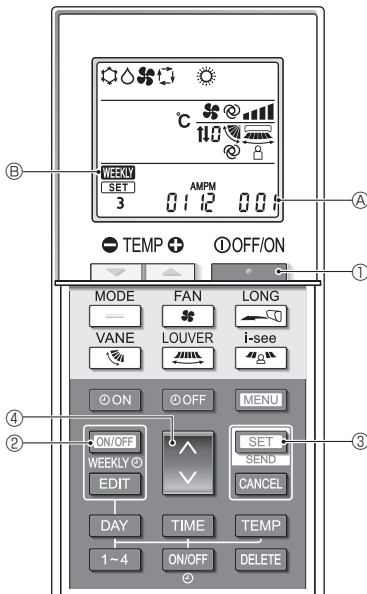

Fig. 6-1
6.1. Omschakelen naar de stand voor functie-instellingen (Fig. 6-1)
(Fig. 6-1)